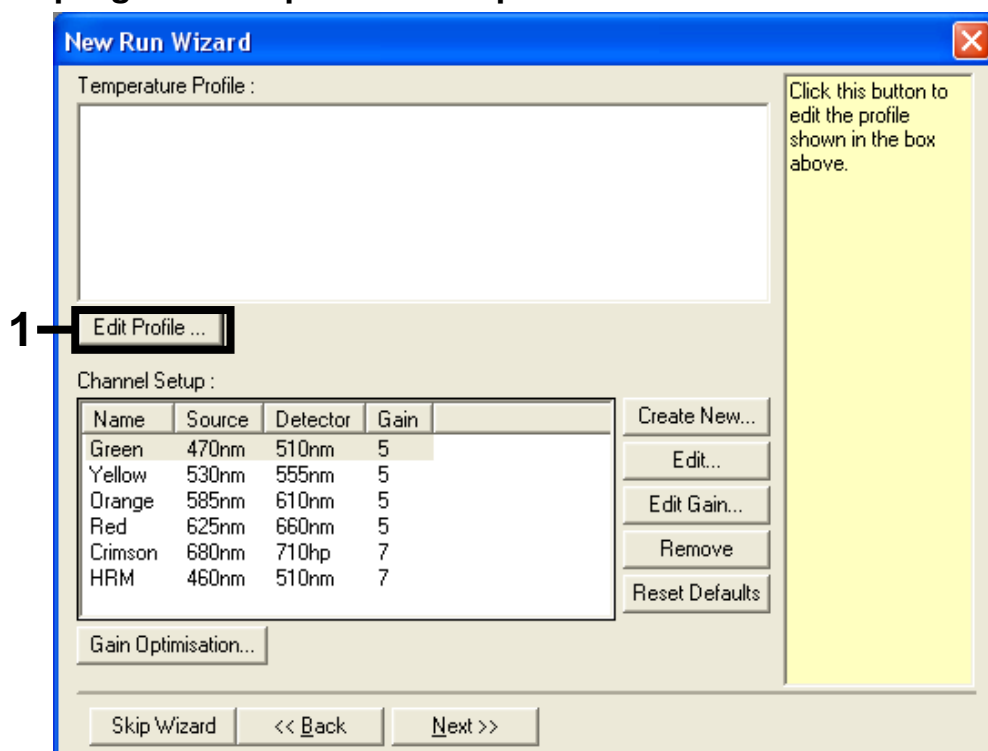

Ilustración 3. Edición del perfil
6. Haga clic en el botón “Edit Profile” (Editar perfil) situado en el siguiente cuadro de diálogo “New Run Wizard” (Asistente para series nuevas) (Ilustración 3), y siga los pasos siguientes para programar el perfil de temperatura.